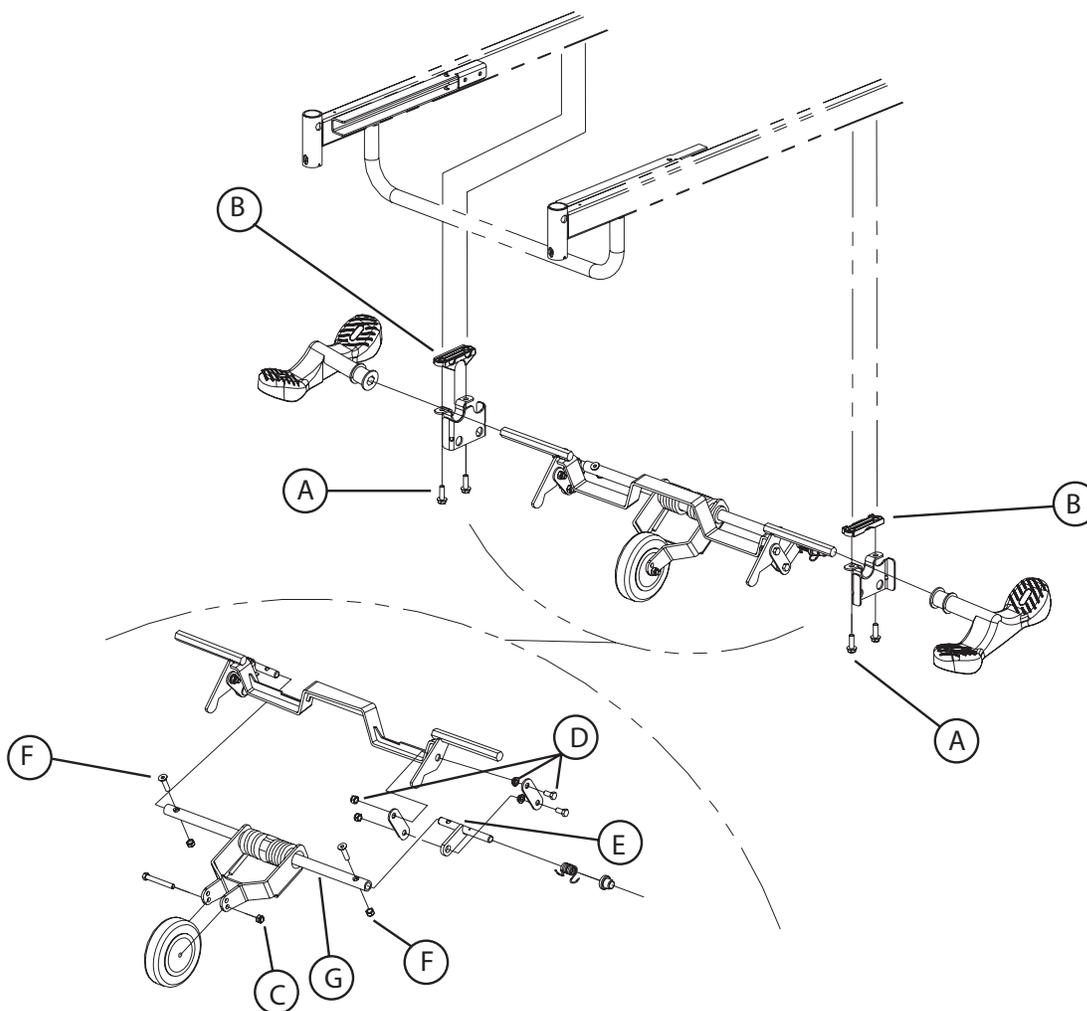

Figure 4.4 A
4. À l'aide de la douille 1/2", retirez les deux boulons (A) retenant le support de 5e roue (en option) ou le support de balancier (F, Figure 4.4 B (sans l'option 5e roue), page 62) du côté de la pédale à remplacer et déposez le support. Récupérez l'espaceur moulé (B).
À moins d'indications contraires, référez-vous à la Figure 4.4 A, page 58 pour cette procédure de remplacement.